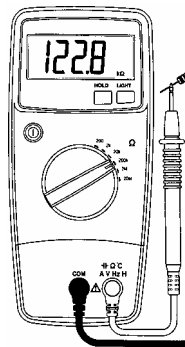

Рисунок 6
4.10.1 Вставьте штекер черного щупа в гнездо "COM", а красного в гнездо "Ω" (см. рис. 6).